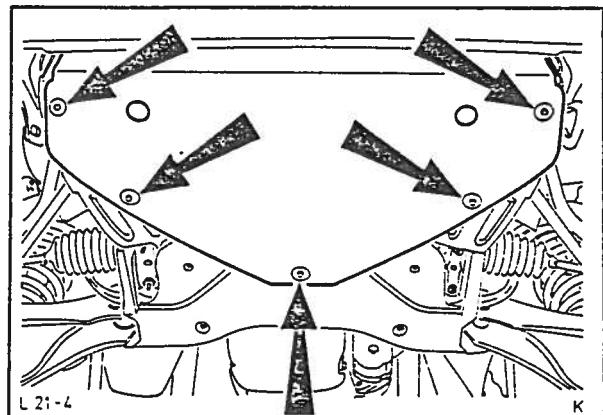

Fig. 11 Skru av motorens soledeksel.
3. Demonter motorens soleplate nedenfra (5 bolter), fig. 11. Tapp kjølevæsken i en passende beholder ved å ta av nedre radiatorslange fra radiatoren. Ta deretter av øvre slange fra vannpumpen.